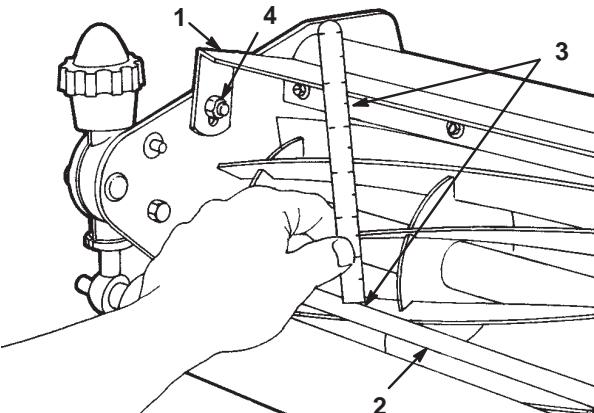

図8
1. カッティングユニットを通常の姿勢で作業台に置き、前クロス・バー上面からシールドまでの距離をユニットの左右で計測する（図8）。
2. 通常の刈り込み条件では、上記の距離が121 mmとなるように調整する。調整はユニット左右にあるシールド固定ボルトとナットをゆるめて行う（図8）。